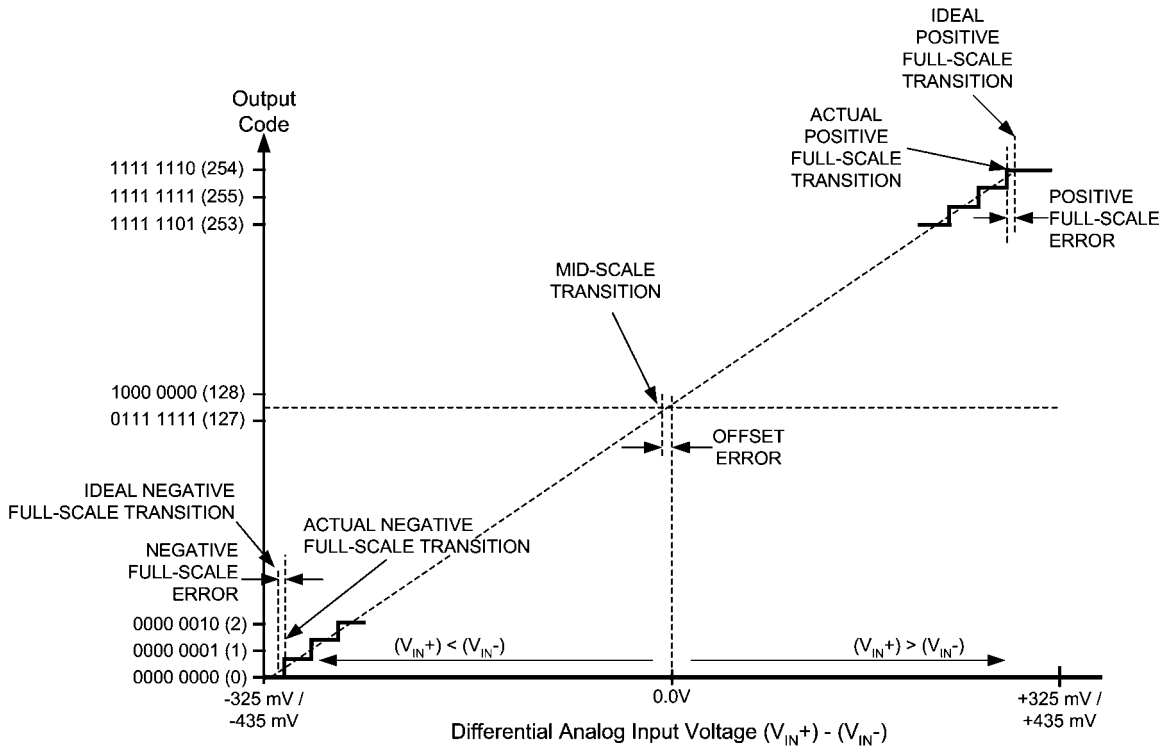

FIGURE 2. Input / Output Transfer Characteristic
- Note 5:** その他の表面実装法については、アプリケーション・ノート AN-450 「スモールアウトライン (SO) パッケージ表面実装と製品信頼性上における効果」を参照ください。
- Note 9:** 本デバイスのフルスケール誤差の計算では、実際のリファレンス電圧はその公称値に正確に一致していると仮定しています。そのためデバイスのフルスケール誤差は、フルスケール誤差とリファレンス電圧誤差の組み合わせになります。Figure 2 の変換特性を参照してください。ゲイン誤差とフルスケール誤差の関係についてはゲイン誤差の仕様定義を参照してください。